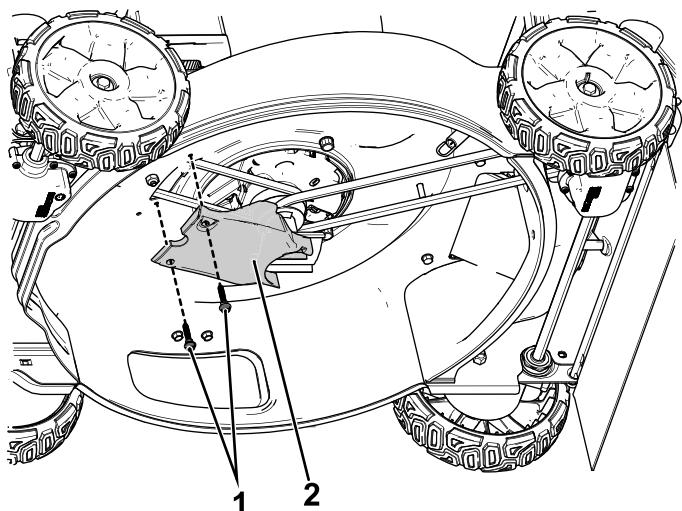

Bild 10
5. Ziehen Sie die fünf Schrauben an, mit denen das hintere Ablenkblech befestigt ist (Bild 10).